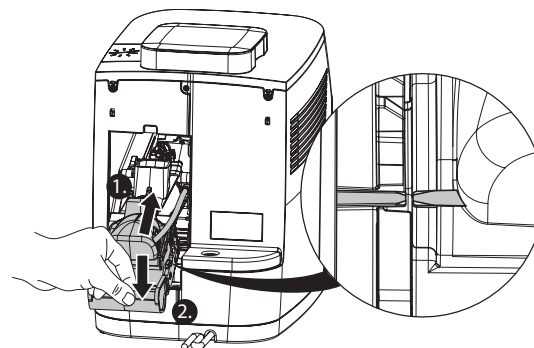

Abb. 16: Brühseinheit einsetzen
6. Setzen Sie die Brühseinheit wieder in die Maschine ein und schieben Sie sie so weit es geht hinein bis sich die Rastnasen auf einer Höhe befinden (Abb. 16).